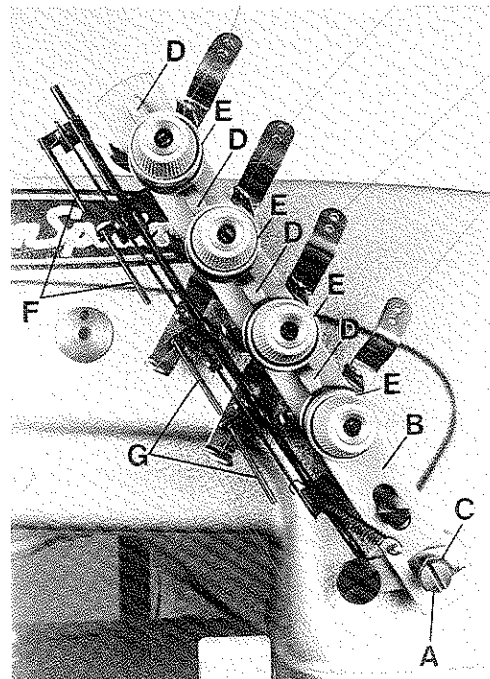

Fig. 31
Loosen screw (A, Fig. 31) and set the tension release bar (B) by turning eccentric (C) so that the separators (D) are as close as possible to the tension discs (E) without touching them. Retighten screw.
The thread pull-off hooks (F, Fig. 31) for the needle threads control the length of the needle thread tails on garment after trimming. The higher the hooks are set, the shorter the needle thread tails will be.
Set the thread pull-off hooks (G, Fig. 31) for the looper threads so that the right hooks barely contact the looper threads without deflecting them. After trimming the looper thread tails should be clamped securely by the leaf springs of "KLIPP-IT" thread trimmer.
Lösen Sie die Schraube (A, Fig. 31) und stellen Sie die Spannungs-Auslöseleiste (B) durch Drehen des Exzentrers (C) so, daß die Öffner (D) so dicht wie möglich an den Fadenspannungsscheiben (E) stehen, ohne diese zu berühren. Ziehen Sie die Schraube wieder an.
Die Fadenabzugshaken (F, Fig. 31) für die Nadelfäden regeln die Länge der Nadelfadenenden am Nähgut nach dem Abschneiden. Je höher die Haken gestellt werden umso kürzer werden die Nadelfadenenden.
Stellen Sie die Fadenabzugshaken (G, Fig. 31) für die Greiferfäden so, daß die rechten Haken die Greiferfäden gerade berühren ohne sie abzulenken. Nach dem Abschneiden müssen die Greiferfadenenden von den Blattfedern des "KLIPPAB" Fadenabschneiders sicher festgeklammert werden.